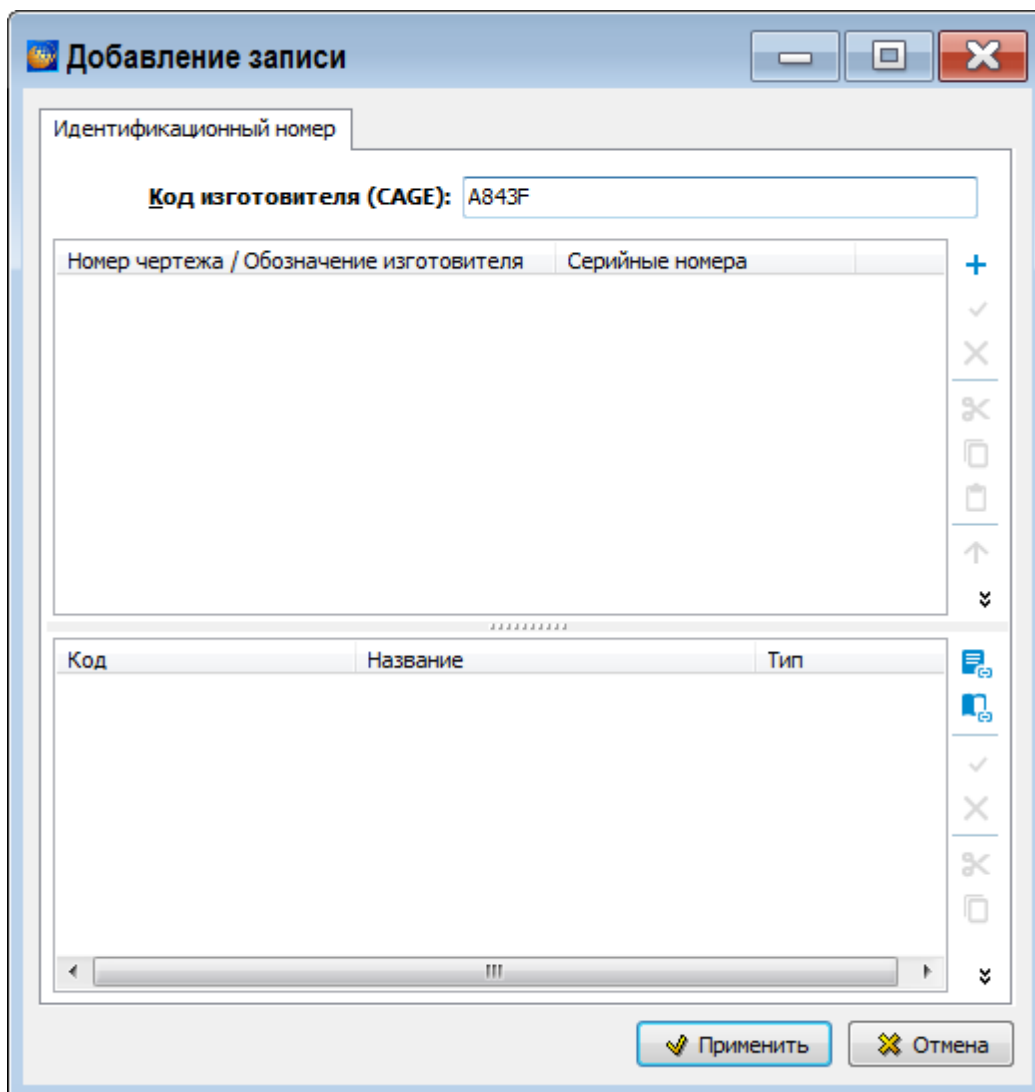

Рисунок 526
1) Нажмите на кнопку **Добавить серийный номер** №+. В окне **Добавление записи** введите **Код изготовителя (CAGE)** (рисунок 526).